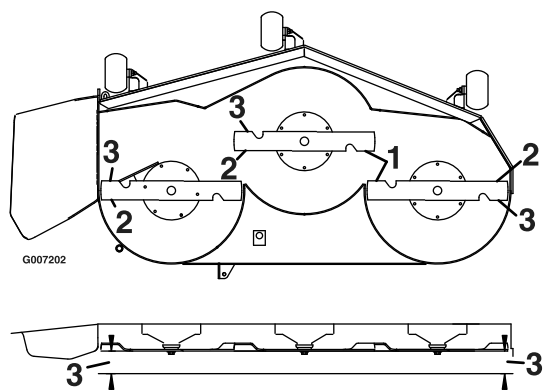

Figure 58
4. Mesurez la distance entre les tranchants extérieurs et le sol plat (Figure 58). Si les deux mesures diffèrent de plus de 5 mm (3/16 po), un réglage s'impose. Poursuivez la procédure de mise à niveau.